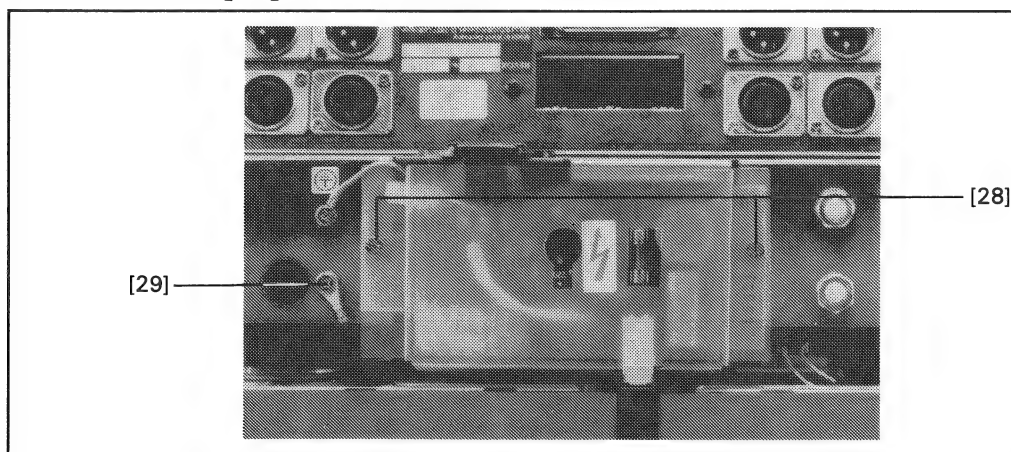

fig. 14
- Desserrer 2 vis de fixation de la platine [28] (fig. 14).